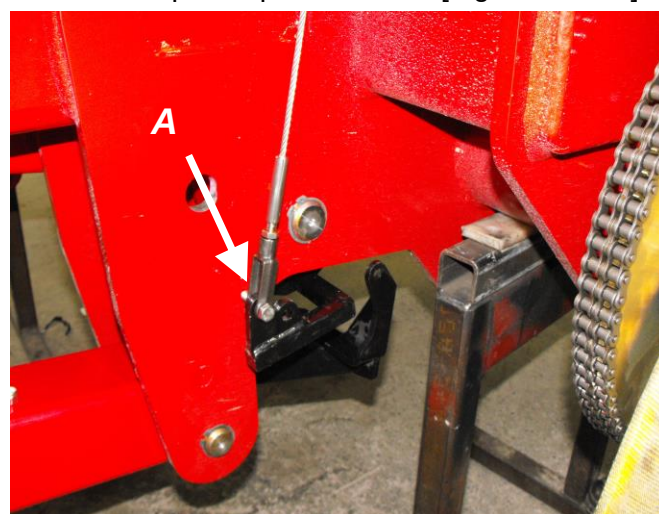

Figure 12C
1. Pour une configuration de semis de soya, sans application d'engrais, vous devez vous assurer que le câble de débrayage mécanique soit relié au parallèle arrière bas [Figure 12C, **A**]. Pour une configuration de semis de soya avec l'application d'engrais, vous devez laisser le câble de débrayage mécanique en position maïs [Figure 12A, **A**].